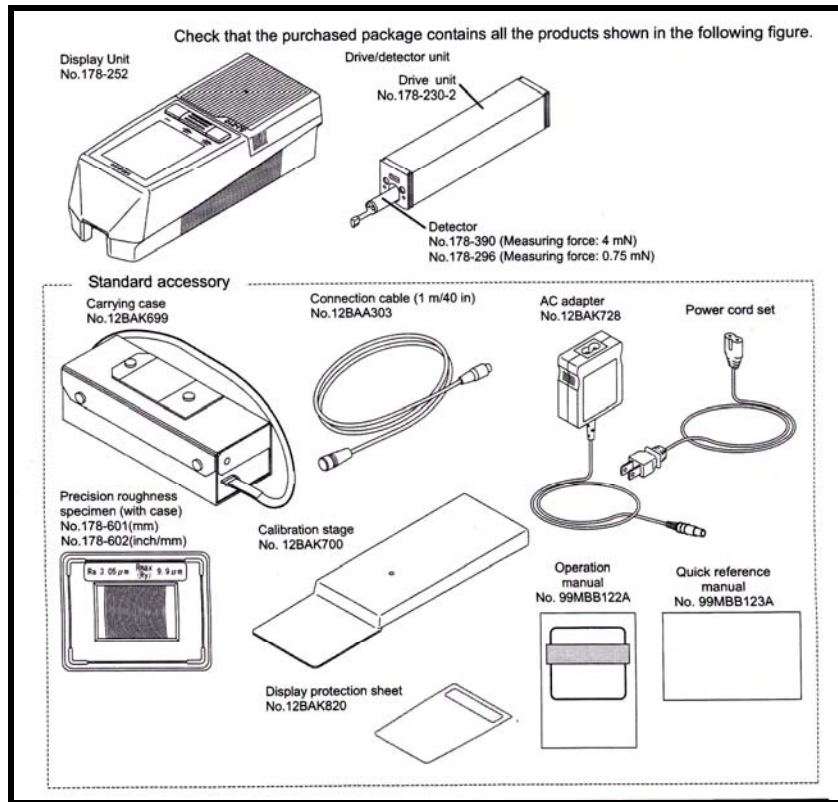

Figura 2
- Opción estándar: configuración estándar (Figura 2).